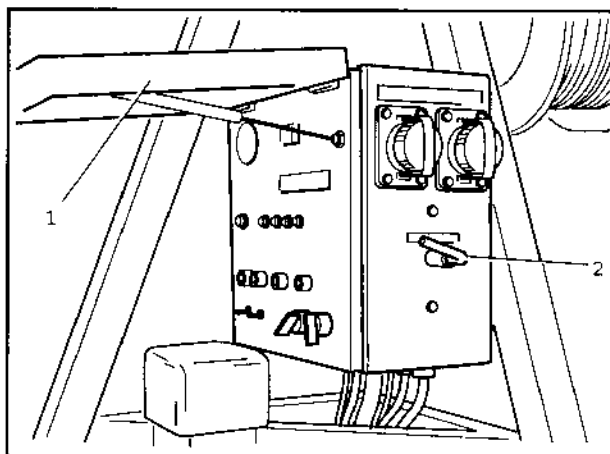

Bild 47
1. Batteriehauptschalter (Bild 47/2) einschalten.
2. Deckel (Bild 47/1) öffnen und hochstellen.